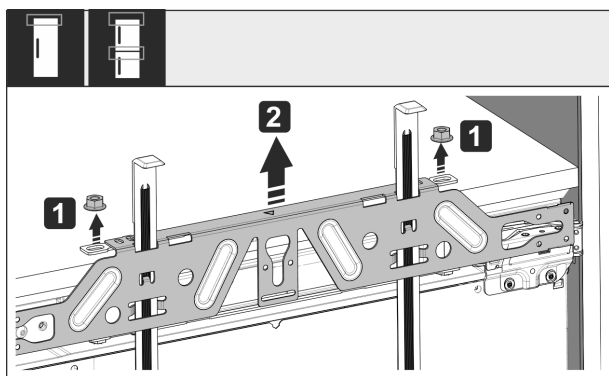

Fig. 52
- ▶ Odvijte protimatice Fig. 52 (1).
- ▶ Snemite pritrdilni prečnik Fig. 52 (2).